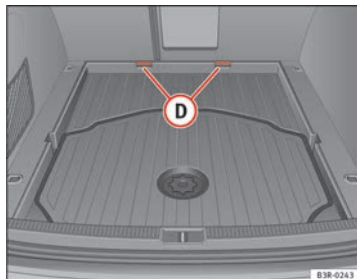

Fig. 125 Fondo bagagliaio ampliato
- Staccandolo dagli ancoraggi **(D)** ⇒ fig. 125, tirare a sé, verso l'estremità posteriore, il fondo del bagagliaio.